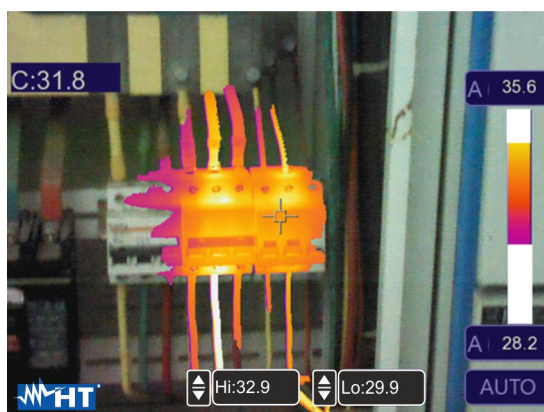

Fig. 44: Sélection de la zone visible
11. Touchez les champs « Hi » et « Lo » en bas de l'écran et utilisez les touches fléchées ▲ ou ▼ pour définir la valeur seuil de température **maximale** et **minimale**. L'instrument montre sous forme d'image radiométrique IR les points dont la température est comprise entre les seuils « Lo » et « Hi » et sous forme d'image visible les points dont la température est en dehors de cette plage (voir Fig. 44)